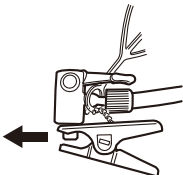

図7
- 3 図7のように英式専用トンボ口金を指でつまんで開き、矢印の方向にタイヤ・チューブのバルブを差し込んでください。